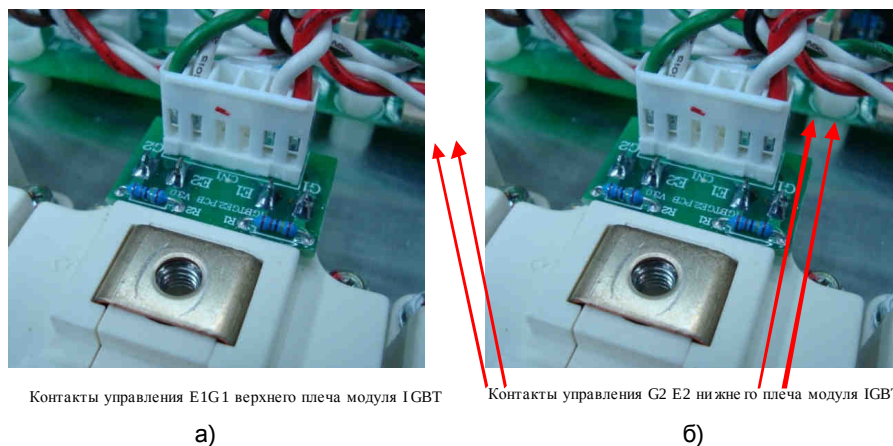

Рис. 4.20.
- подключить щупы осциллографа к контактам G1 (вход осциллографа) и E1 (общий провод щупа) разъёма монтажной платы модуля IGBT (см. рис. 4.20а) и визуально оценить осциллограмму сигналов управления верхнего плеча;
- подключить щупы осциллографа к контактам G2 (вход осциллографа) и E2 (общий провод щупа) разъёма монтажной платы модуля IGBT (см. рис. 4.20б) и визуально оценить осциллограмму сигналов управления нижнего плеча;